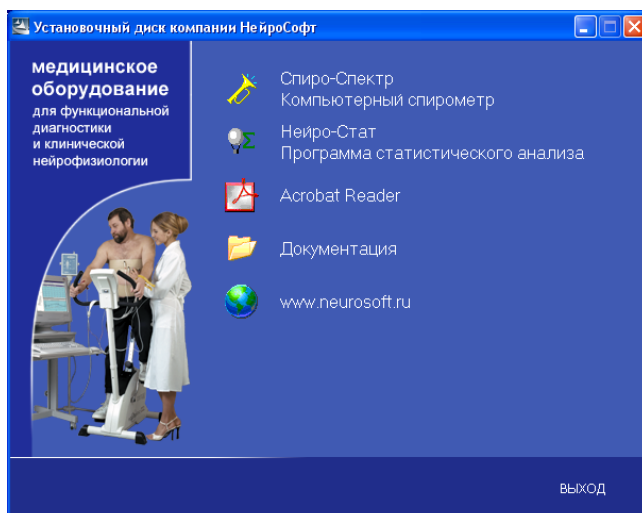

Рис. 4
- Вставьте компакт-диск в дисковод и дождитесь запуска программы установки (рис. 4).
- Для установки программы «Спиро-Спектр» щелкните левой кнопкой мыши на строке «Спиро-Спектр» (рис. 4) и следуйте инструкции по установке.